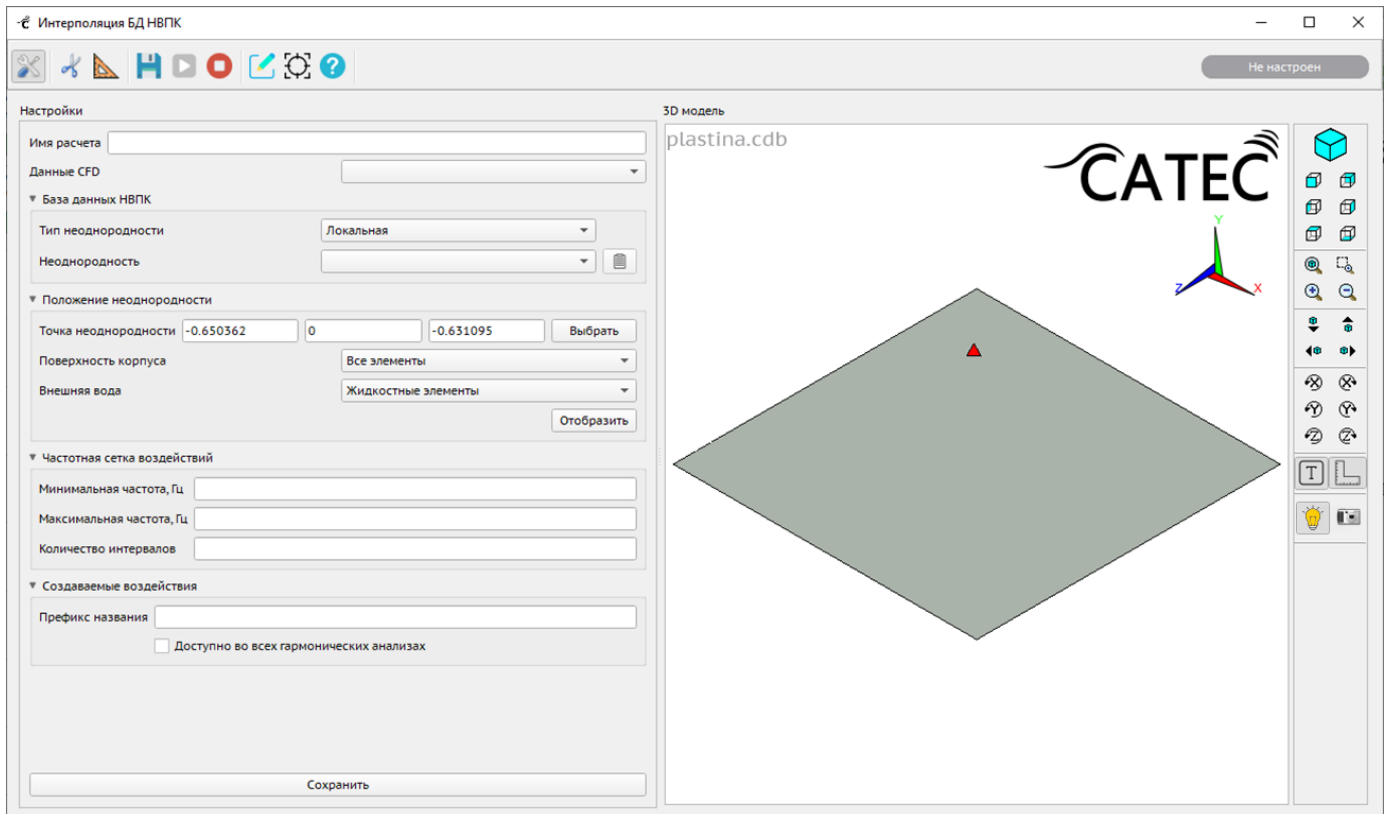

Рисунок 195 – Выбор точки на 3D-модели КЭМ
- при типе неоднородности «Локальная»: необходимо ввести координаты положения точки неоднородности вручную в поля «Точка неоднородности» или указать точку на 3D-модели КЭМ – для этого нужно нажать на кнопку «Выбрать» и щелкнуть мышью точку на модели (Рисунок 195);